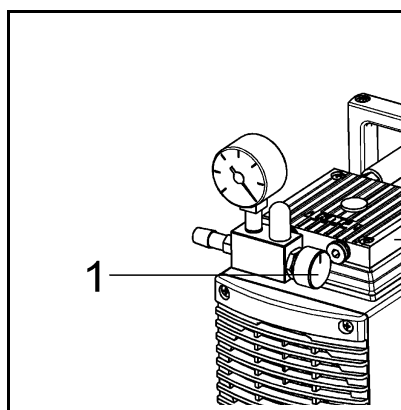

Fig. 8: Válvula de regulación fina
- El caudal de la bomba se ajusta con el botón de la válvula de regulación fina (véase (1) en Fig. 8).